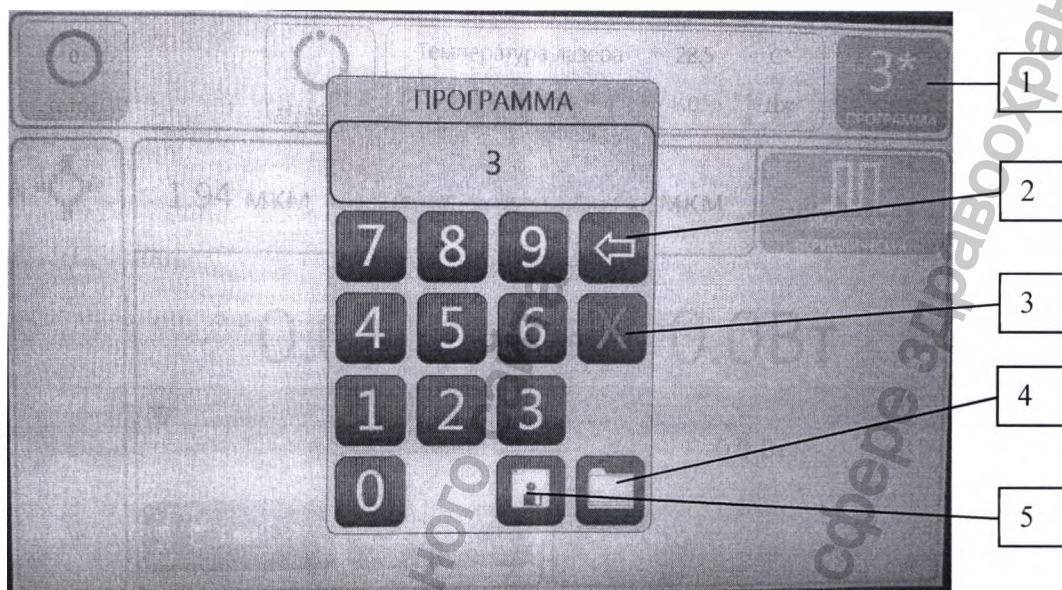

Рисунок 16
5.13.2 Для сохранения сделанных настроек или для вызова уже сохранённой программы необходимо в режиме «УСТАНОВКА» нажать кнопку «ПРОГРАММА» в правом верхнем углу. (см.1 рис.16). Появляется меню, как на рисунке 16.
- 5.13.3 С помощью цифровой клавиатуры вводится номер программы – число от 1 до 50 (см. рис.16).
- 5.13.4 Для удаления ранее введённого значения предназначена кнопка «Удаление» (см. 2 рис.16).
- 5.13.5 Для выхода из меню «ПРОГРАММА» без сохранения предназначено поле «Выход» (см.3 рис. 16).
- 5.13.6 Для установки параметров, соответствующих номеру программы, предназначено поле «Чтение» (см.4 рис.16).
- 5.13.7 Для сохранения параметров аппарата в программу, соответствующую введённому номеру, предназначена кнопка «Запись» (см.5 рис.16).
- 5.13.8 Номер, используемой программы, отображается в правом верхнем углу (см.1 рис.16) в любом режиме работы лазера.
- Наличие звёздочки рядом с номером программы (см.1.рис.16) говорит, что настройки аппарата отличаются от настроек программы с соответствующим номером.